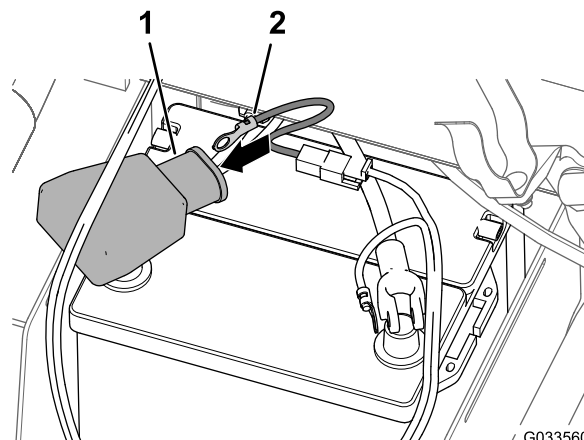

Figura 27
4. Aliniezi borna inelară a siguranei fuzibile (cablajul pulverizatorului) prin capacul lat de baterie, aa cum este indicat în Figura 27.